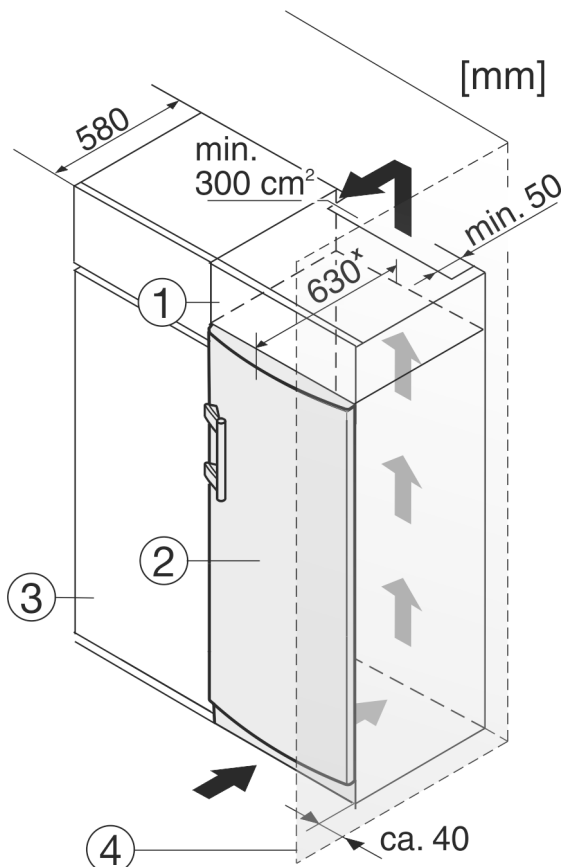

Fig. 12
L'apparecchio può essere incassato in mobili da cucina. Per adattare l'apparecchio Fig. 12 (2) all'altezza della cucina componibile, è possibile applicare sopra l'apparecchio un mobile da appoggio Fig. 12 (1).
Per il montaggio tra due mobili da cucina (profondità max 580 mm) è possibile posizionare l'apparecchiatura direttamente accanto al mobile da cucina Fig. 12 (3). L'apparecchiatura sporge rispetto al frontale del mobile da cucina di 34 mm x ai lati e di 50 mm x al centro dell'apparecchiatura.
Se si installa l'apparecchiatura con le cerniere accanto a una parete Fig. 12 (4), la distanza tra l'apparecchiatura e la parete deve essere di almeno 40 mm, che corrisponde alla sporgenza della maniglia a porta aperta.